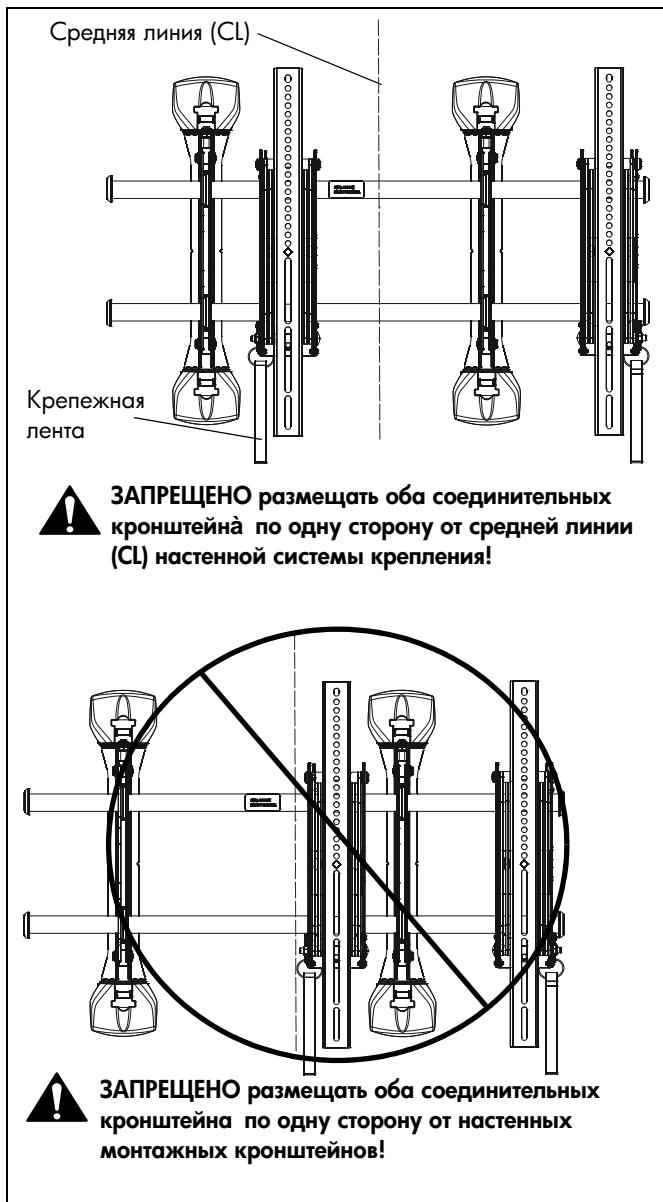

рис. 11
- Отрегулируйте длину крепежной ленты Velcro® (при необходимости) так, чтобы она не выступала за нижний край экрана. (См. рис. 11)
**ПРИМЕЧАНИЕ.** ЗАПРЕЩЕНО размещать оба соединительных кронштейна (U и V) по одну сторону от настенного монтажного кронштейна. (См. рис. 11)
**ПРИМЕЧАНИЕ.** НИКОГДА не размещайте оба соединительных кронштейна по одну сторону от средней линии настенной системы крепления! (См. рис. 11)